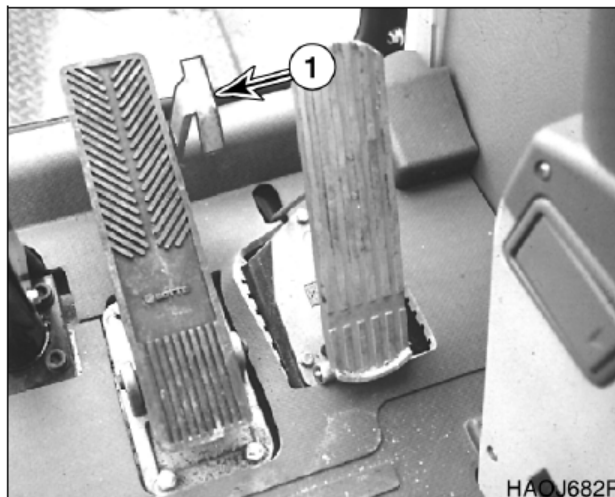

Рис. 32
**ПРИМЕЧАНИЕ:** При нажатии педали тормоза до упора включится механическая блокировка, фиксирующая педаль в нажатом до упора положении (1, рис.32). Нажать на рычаг фиксатора, и педаль тормоза вернется в исходное поднятое положение.